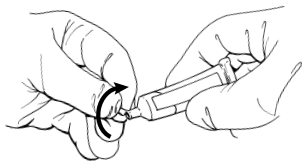

FIGURE 2
- 4a. Casser l'extrémité du tube de gel (voir Figure 2).